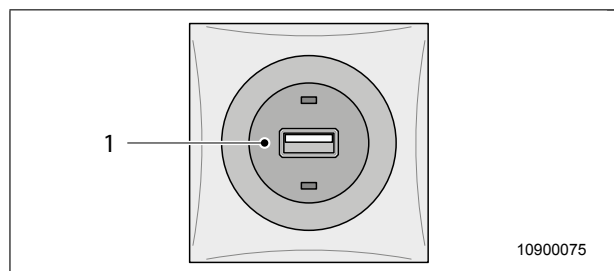

Fig. 55 Presa USB
Alcuni modelli sono dotati di una presa USB (Fig. 55, pos. 1) nella zona abitativa. Alla presa USB possono essere collegati solo apparecchi idonei.